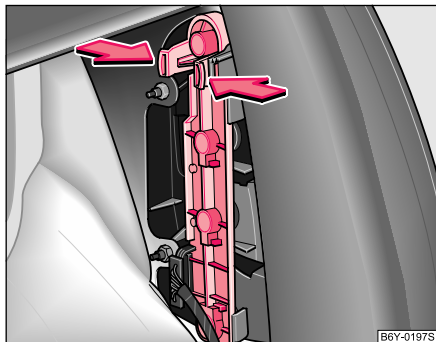

Fig. 165 Déposer le support d'ampoule
- Pousser les brides de fixation dans la partie supérieure du support d'ampoule dans le sens de la flèche et sortir le support d'ampoule ⇒ fig. 165.